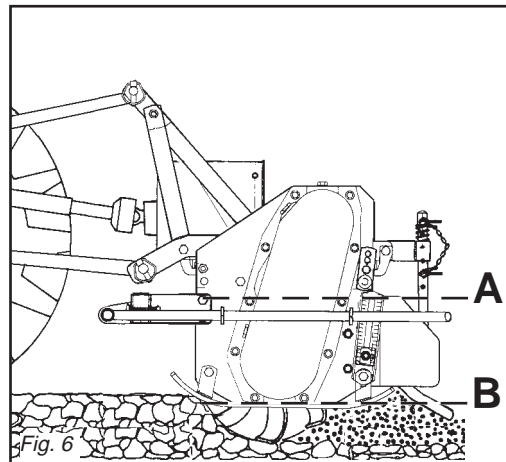

Fig. 6
- 4 - Collegare il terzo punto superiore ed effettuare una corretta regolazione con il tirante (1 Fig. 6) verificando che il piano superiore della zappatrice (A Fig. 6) risulti parallelo al piano terra (B Fig. 6). Ciò è molto importante allo scopo di ottenere il parallelismo tra l'asse della zappatrice e quello della presa di forza del trattore. Operare in queste condizioni significa limitare le sollecitazioni sulla presa di forza stessa e prolungare la durata dell'albero cardanico e della zappatrice stessa.
- 4 - *Connect the upper third-point and correctly regulate by means of the adjuster (1 Fig. 6), checking that the upper surface of the steering hoe (A Fig. 6) is parallel to the ground (B Fig. 6). This is very important since it achieves parallelism between the axis of the steering hoe and that of the tractor pto.*
- 4 - Den oberen Kupplungspunkt anschließen und den oberen Lenker (1 Abb. 6) korrekt einstellen. Sicherstellen, daß die obere Haubenkante der Hackfräse (A Abb. 6) parallel zum Boden (B Abb. 6) steht. Das ist sehr wichtig, um die Parallelität zwischen der Achse der Hackfräse und der der Schlepper-Zapfwelle zu erhalten. Wenn diese Parallelität gegeben ist, wird die Zapfwelle weniger belastet und das Leben von Gelenkwelle und Gerät wird verlängert.
- 4 - *Reliez le troisième point supérieur et réglez correctement à l'aide du tirant (1 Fig. 6). Assurez-vous que le plan supérieur de la houe rotative (A Fig. 6) soit pratiquement parallèle au terrain (B Fig. 6). Ceci est très important en vue d'obtenir le parallélisme entre l'axe de la houe et celui de la prise de force du tracteur. Travailler dans ces conditions signifie limiter les sollicitations sur la prise de force et prolonger la durée de l'arbre à cardans, mais aussi de la machine.*
- 4 - Conectar el tercer punto superior y efectuar una correcta regulación con el tirante de regulación (1 Fig. 6) controlando que el plano superior de la binadora (A Fig. 6) resulte paralelo al plano al nivel del suelo (B Fig. 6). Esto es muy importante para obtener paralelismo entre el eje de la binadora y el eje de la toma de fuerza del tractor. Esto permite limitar los esfuerzos sobre la toma de fuerza misma y hacer durar el árbol cardánico y la máquina misma.